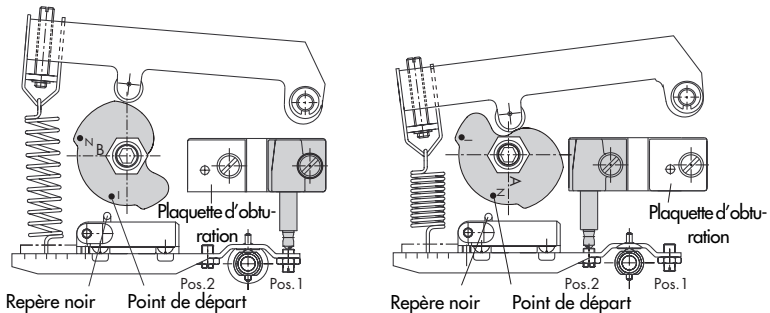

Fig. 5 - Orientation de la came pour servomoteur rotatif à simple effet avec ressort de rappel
Le profil de la came dépend de l'exécution de la vanne (vanne papillon, vanne à clapet sphérique) et du servomoteur rotatif utilisé. La position de la came doit être déterminée selon les figures 5 et 6.
Les représentations de la figure 5 correspondent à une vanne avec servomoteur rotatif simple effet. La position de sécurité vanne fermée ou ouverte par manque d'air est déterminée par le montage du servomoteur sur la vanne.
Important ! Pour le positionnement de la came selon fig. 5 et 6, la vanne doit être fermée !
- ▶ Faire pivoter la came face **A** ou **B** sélectionnée, de telle sorte que l'axe de la came, le point de départ sur la came et le repère noir soient alignés (fig. 5 et 6).
Dans les figures 5 et 6, l'orientation de la came A correspond à un sens de fermeture horaire et ouverture anti-horaire.
Pour le sens d'action inverse (fig. 5 en haut à droite) le point zéro (vanne fermée) doit être réglé à 20 mA (1 b) et la valeur finale (vanne ouverte) à 4 mA (0,2 b).